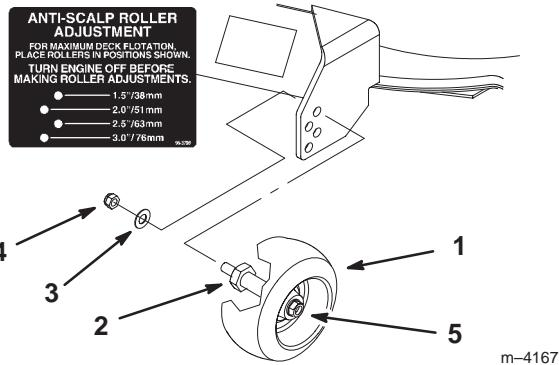

Figure 20
2. Lorsque la hauteur de coupe est réglée, enlevez l'écrou et la rondelle tout en maintenant le goujon avec une clé (Fig. 20).
Remarque : N'enlevez pas l'écrou et la rondelle de roue (Fig. 20).
3. Choisissez le trou pour que la roue de jauge se trouve le plus près possible de la hauteur de coupe correspondante voulue (Fig. 20).
4. Remettez l'écrou et la rondelle sur le goujon (Fig. 20).